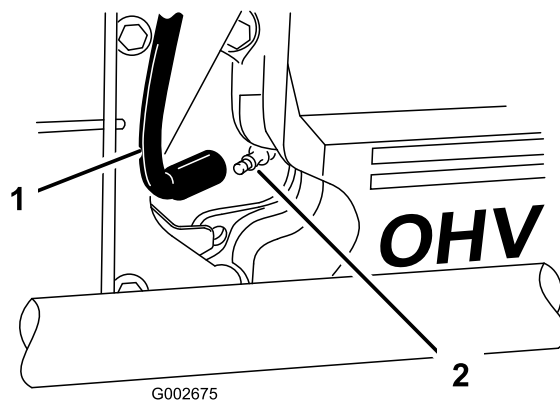

Figure 27
3. Débranchez les bougies (Figure 27). Nettoyez la surface autour des bougies pour éviter que des impuretés endommagent le moteur en tombant à l'intérieur.
3. Connectez les bougies (Figure 27).